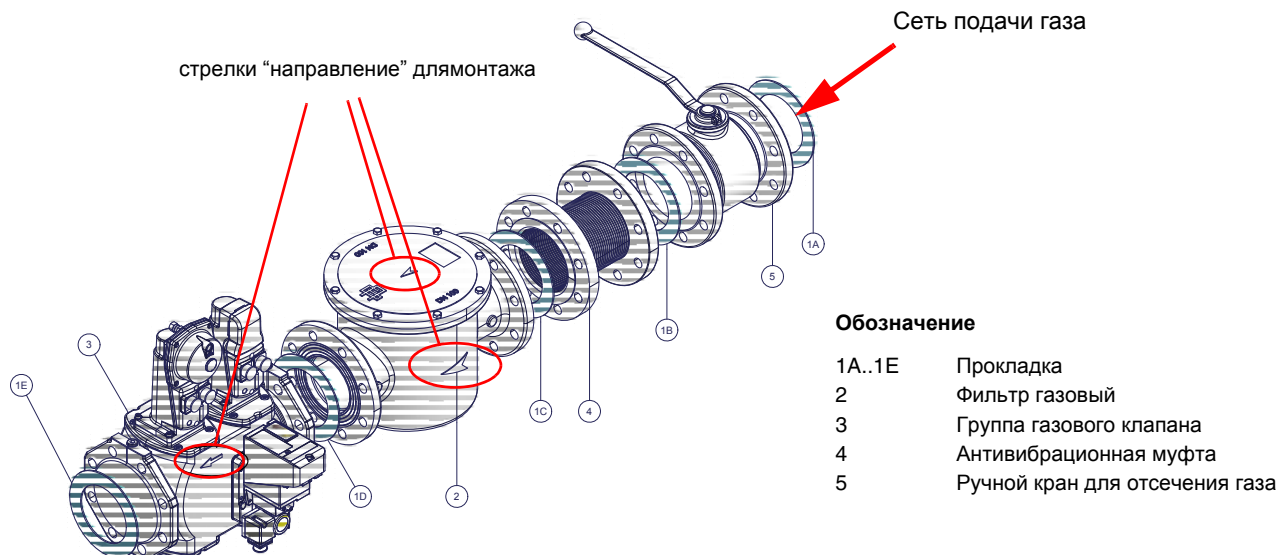

Рис. 5 - Пример газовой рампы
- 1) при фланцевых соединениях: между соседними компонентами устанавливать прокладку (1A..1E - Рис. 5), совместимую с используемым газом,
**ВНИМАНИЕ:** после монтажа газовой рампы согласно схеме на Рис. 5, необходимо провести тестирование на герметичность газового контура, согласно требований действующих нормативов.
**ВНИМАНИЕ:** после монтажа газовой рамы согласно схеме на Рис. 5, необходимо провести тестирование на герметичность газового контура, согласно требований действующих нормативов.